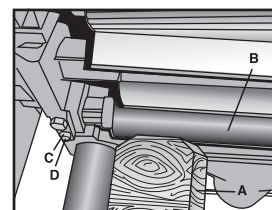

FIG.21
4. Mover el bloque calibrador (A) fig.21, abajo de un extremo del rodillo de salida (B) fig.21, como se muestra en la figura. La parte inferior del rodillo de salida debe apenas tener contacto con la parte superior del bloque calibrador (A). Si es necesario ajustar el rodillo de salida (B), aflojar la contratuerca (C) y girar el tornillo (D) hasta que el rodillo de alimentación apenas toque el bloque calibrador. Después apretar la contratuerca. Revisar y ajustar el otro extremo del rodillo de salida de la misma manera.